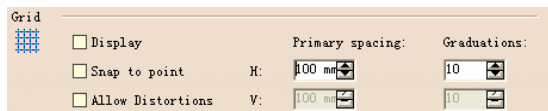

图 6-31
(2) Grid (网格) 选项组 (如图 6-31 所示)